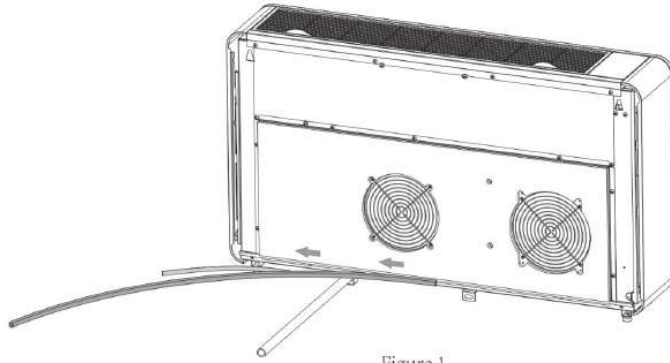

Figure 1
1. Presiona el botón "Sign Up" en la parte inferior de la pantalla, como se muestra en la imagen 1.